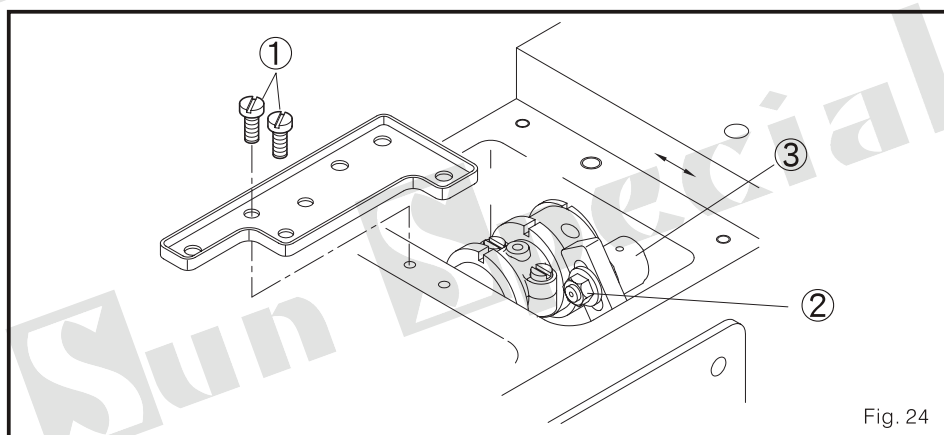

Fig. 24
2. mova a cobertura superior e parafusos 1. (Fig. 24)